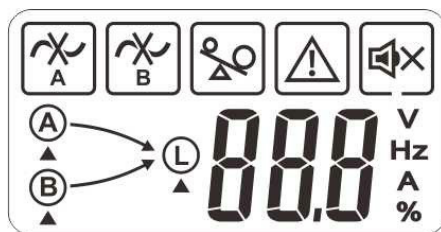
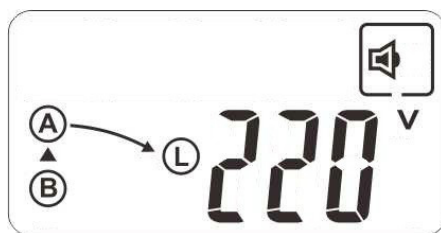
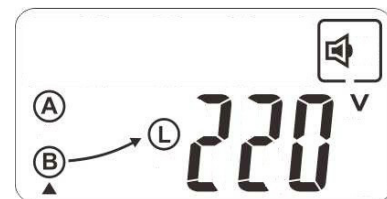
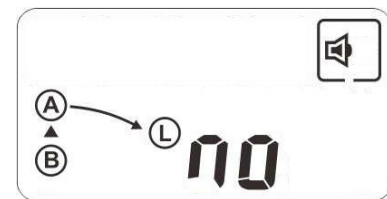

Abb. 7. Startbildschirm, der in den ersten Augenblicken nach dem Start des Geräts angezeigt wird.
Abb. 8. Bildschirm, der nach dem Start der Inbetriebnahme angezeigt wird.
Abb. 10. Übertragungsbildschirm über den Eingang B.
Abb. 11. Bildschirm für anormales Netz des Eingangs B.
- Während einer kurzen Zeit erscheint das LCD-Display des Bedienfelds wie in der Abb. 7 dargestellt, mit den drei LED **(f)**, **(g)** und **(h)** leuchtend und nach dieser Zeit erscheint es wie in der Abb. 8, mit den LED **(f)** vom „EINGANG A“ und **(g)** vom „EINGANG B“ leuchtend.
quenz normal sind (innerhalb der festgelegten Toleranzbereiche), und es erscheint der Bildschirm, wie in der Abb. 10. Im umgekehrten Fall, wenn die Spannung und/oder Frequenz anormal sind, wird die Übertragung nicht zugelassen und es erscheint der Bildschirm, wie in der Abb. 11.
- **i** Auf der Abb. 8 und der Abb. 10 werden die Spannungswerte als Beispiel angezeigt (220 V in der Illustration).
- Auf dem LCD-Bildschirm des Bedienfelds können die Symbole angezeigt werden, die in der Abb. 7 dargestellt sind und funktionell in der Tab. 5 festgelegt sind.